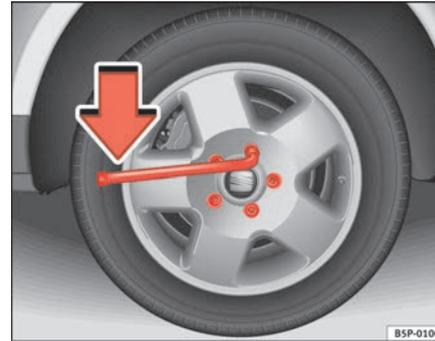

Abb. 177 Radwechsel:
- Greifen sie das Ende des Radschlüssels und drehen Sie die Schraube etwa eine Umdrehung nach **links** ⇒ Abb. 177.